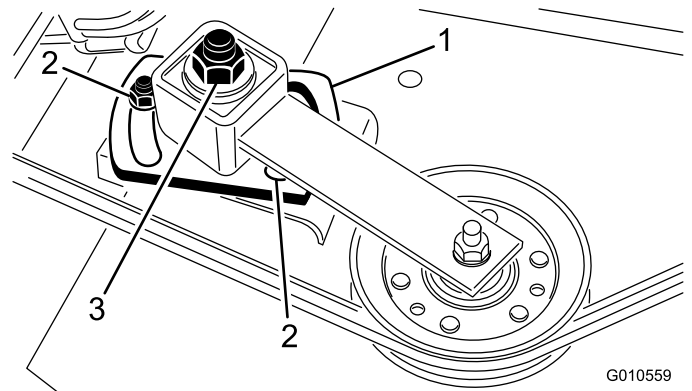

図 30
5. ソケットとトルクレンチを使用して、アイドラ調整ナットを 4754Nm $4.85.5\text{kg}\cdot\text{m}$ $=3540\text{ft}\cdot\text{lb}$ にトルク締めする図 30。